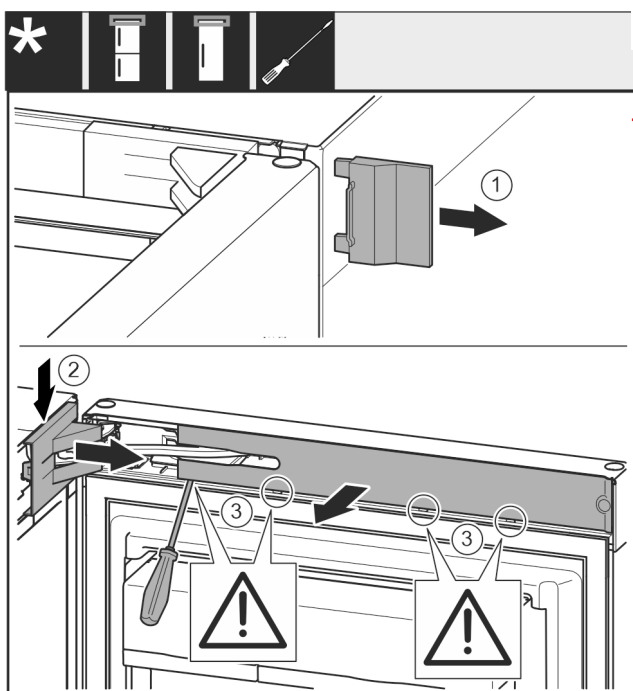

Fig. 8
- Fjern det ytre dekselet. Fig. 8 (1)
- Frigjør og løsne lagerbukkdekselet. Ta av lagerbukkdekselet. Fig. 8 (2)
- Klikk ut panelet og sving det til side med en skrutrekker. Fig. 8 (3)